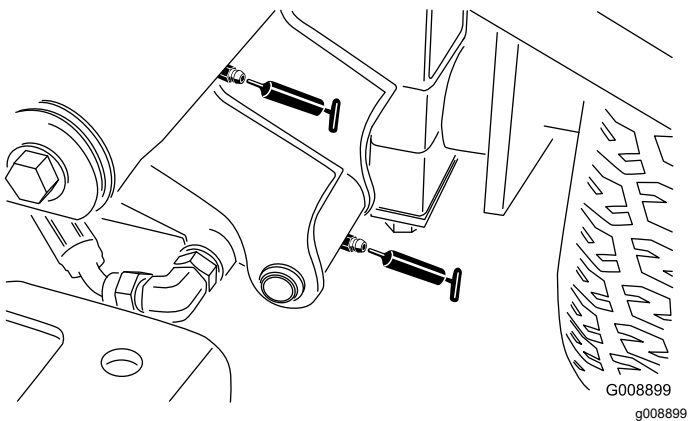

Figura 65
- Pivot bra de ridicare stânga față i cilindru de ridicare (2 fittinguri - Figura 65)